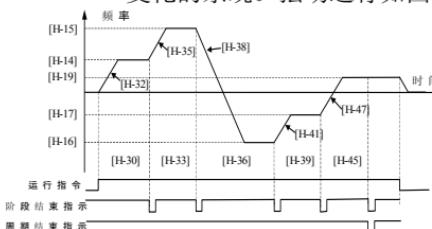

图 5-29 保持最终值模式 (方式 3)
***3:** **保持最终值。** 变频器运行完单循环后不停机, 以最后 1 个运行时间不为零的阶段速度持续运行。保持最终值模式如图 5-29 所示。